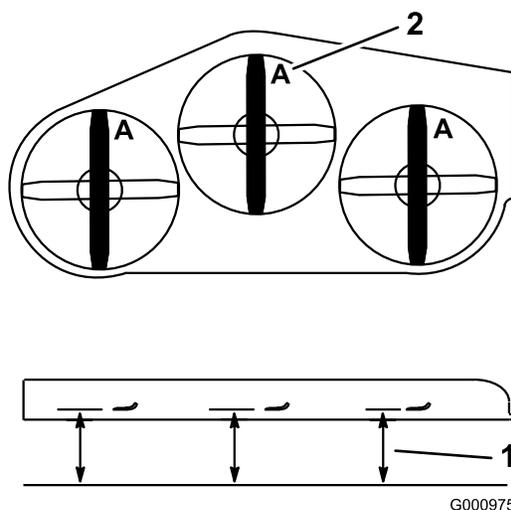

Figure 56
4. Mesurez la distance entre la surface plane et le tranchant (position A) des lames (Figure 56).